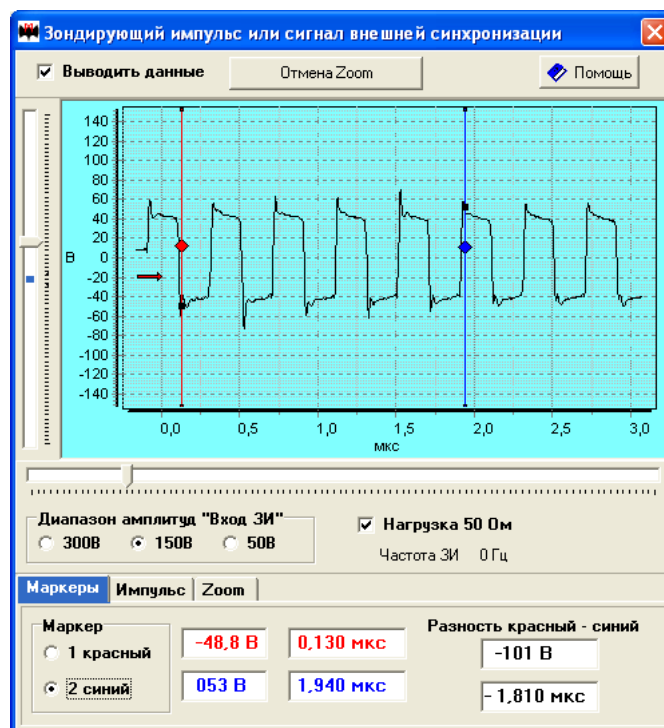

Рисунок 4.4 – Панель осциллографа
4.5.4.1.6 Нажать на панели управления СС306 кнопку «Показать ЗИ». На экране монитора появится панель осциллографа (рис.4.4):